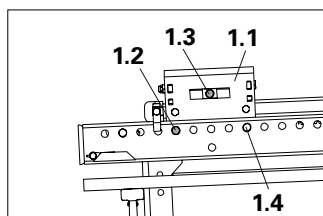

Fig. A2.06a
3. Montare il rocchetto di sospensione (16)* sull'ancoraggio della mensola (15B); v. A2.8.
- Estrarre l'inserto a molla dai perni $\varnothing 26$ (1.2 + 1.3) ed estrarre i perni dal dispositivo di fissaggio (1.1). (Fig. A2.06a)
- Nel dispositivo di fissaggio (1.1) rimane un perno (1.4). (Fig. A2.06a)
2. Se necessario, collegare l'unità di piattaforma al concio di partenza mediante cinghia di sicurezza (12) e ancoraggio inferiore; v. A2.5.
4. Reinscrivere i perni $\varnothing 26$ (1.2 + 1.3) nel dispositivo di fissaggio (1.1) e assicurarli con l'inserto a molla. (Fig. A2.06a) → Il dispositivo di fissaggio e la traversa sono di nuovo uniti saldamente.